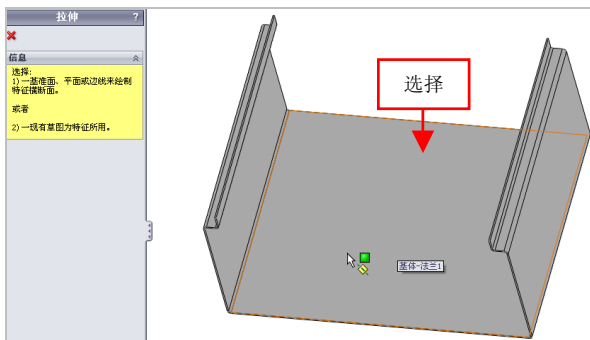

图 13-36 选取特征内侧面
(1) 在【特征】选项卡中, 单击【拉伸切除】按钮, 弹出【拉伸】属性管理器, 在绘图区中选取基体特征内侧面, 如图 13-36 所示。